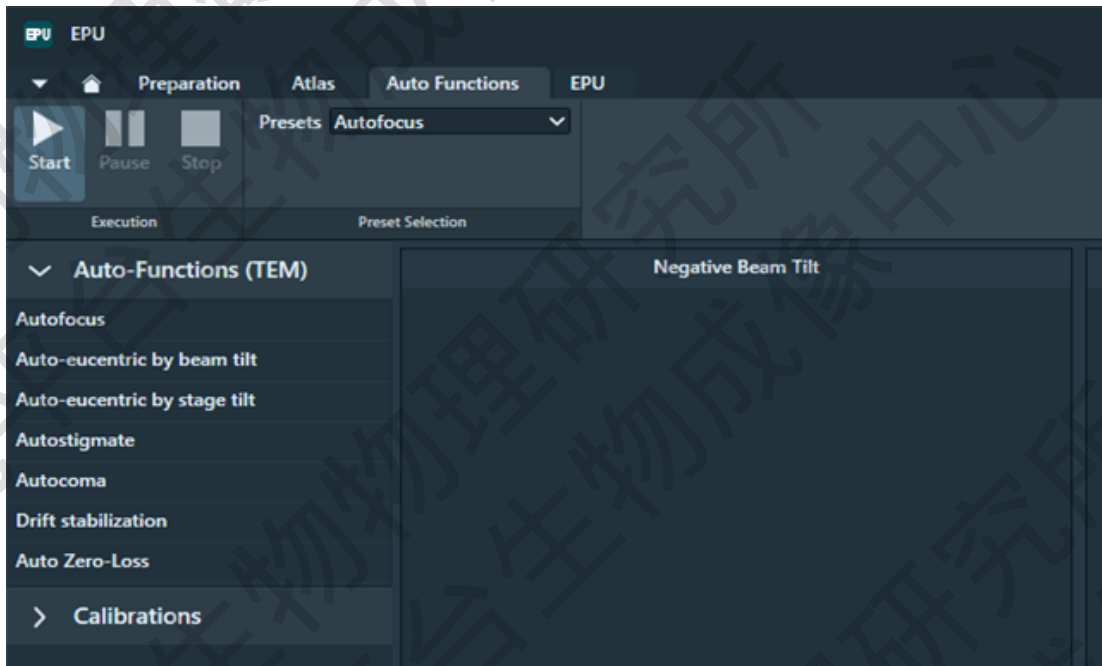

图 5 Auto Functions 模块
2. 进入 Auto Functions 模块（图 5），按 Auto-eucentric by beamtilt→ Autofocus→ Autostigmator→ Autocomp→ Autostigmator 的顺序进行操作。